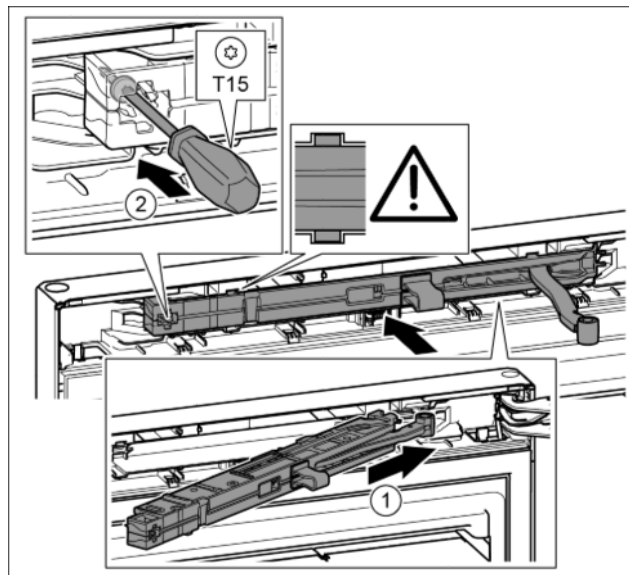

Fig. 46
- ▶ Вставить узел амортизатора со стороны опорного кронштейна в выемку до упора под наклоном. Fig. 46 (1)
- ▶ Затянуть винт отверткой T15. Fig. 46 (2)